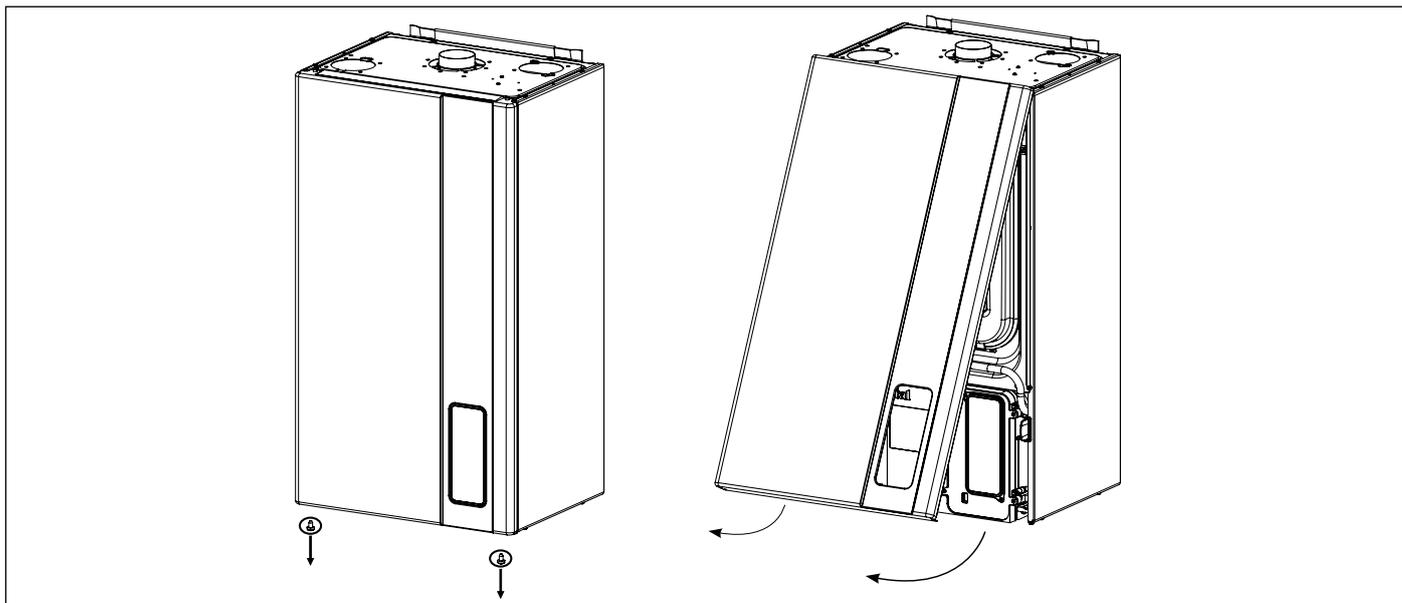

Fig. 32 Apertura mantello frontale
- Rimuovere il pannello frontale esterno della caldaia (vedi Fig. 32 Apertura mantello frontale).